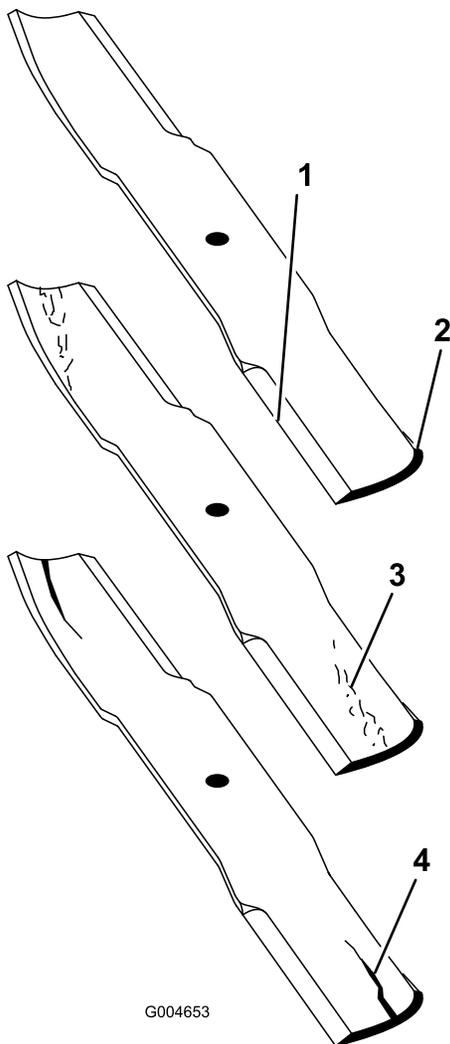

Bild 65
1. Untersuchen Sie die Schnittkanten (Bild 65). Entfernen und schärfen Sie die Messer, wenn die Schnittkanten nicht scharf sind oder Auskerbungen aufweisen. Siehe „Schärfen der Messer“.
2. Untersuchen Sie die Schnittmesser, insbesondere den flachen Bereich (Bild 65). Wenn Sie Schäden, Verschleiß oder Rillenbildung in diesem Bereich feststellen (Bild 65), sollten Sie sofort ein neues Schnittmesser einbauen.